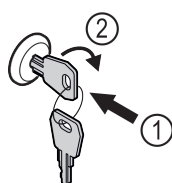

Fig. 127
- ▶ Schlüssel hineindrücken Fig. 127 (1).
- ▶ Schlüssel um 90° im Uhrzeigersinn drehen Fig. 127 (2).